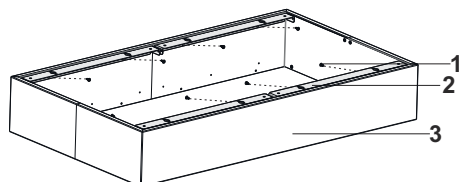

Fig. 7
3. Saml de 4 stykker af loftophængspladen (Fig. 7 / 2) fra den indre højre venstre del til den ydre højre venstre del, som vist på figuren, med 8 skruer (Fig. 7).